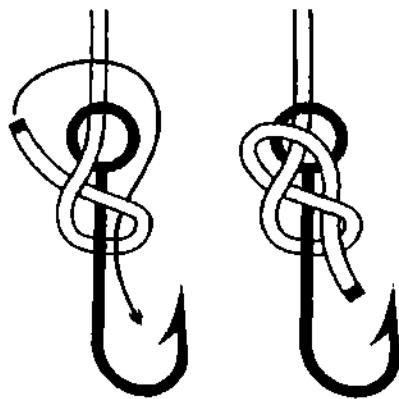

Рис. 730. Канадская восьмёрка.
**Канадская восьмёрка** легко и быстро вяжется, хорошо держит на леске и маленькая по размеру (рис. 730). **Канадской восьмёркой** можно привязывать и крючки и морышки, так как узел быстро вяжется, и даже на морозе руки не успевают замёрзнуть.